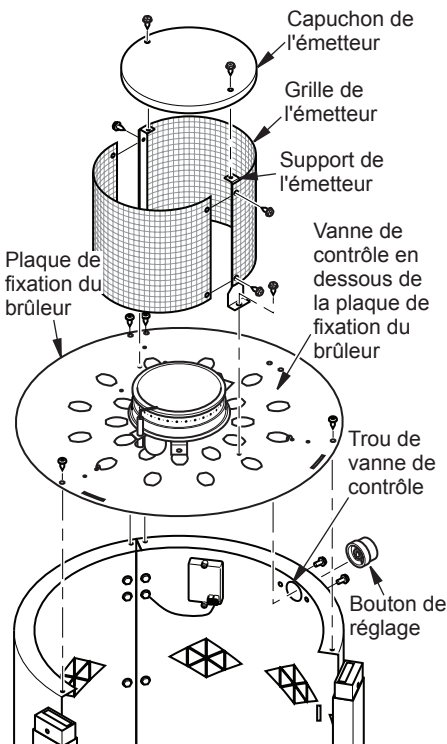

Figure 5 - Assemblage de l'émetteur et raccordement à la plaque de fixation du brûleur
- Fixez le support de la vanne de contrôle au panneau de contrôle de la table avec 2 vis (C). Fixez le bouton de réglage à la vanne de contrôle à partir de l'extérieur de l'appareil de chauffage. Voir figure 5.
- Fixez la plaque de support du brûleur aux panneaux avec 4 vis (C) (voir figure 5).
- Attachez les grilles de l'émetteur aux supports de l'émetteur avec 4 vis (C) comme illustré à la figure 5.
- Fixez le capuchon de l'émetteur aux supports de l'émetteur avec 2 vis (C) comme illustré à la figure 5.
- Fixez l'assemblage de l'émetteur à la plaque de fixation du brûleur avec 2 vis (C) (voir figure 5).